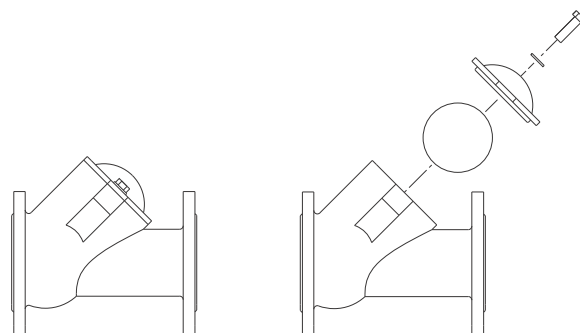

Fig. 30 Válvula de retenção
3. Retire os dois parafusos na tampa da válvula de retenção. Consulte a fig. 30.